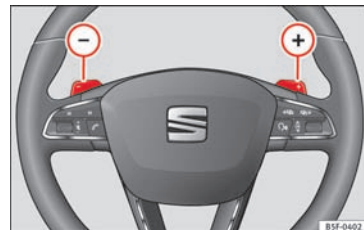

Fig. 172 Rat med skiftekontakter til automatisk gearkasse
- Træk højre skiftekontakt  ind mod rattet for at gear op » **Fig. 172**.
- Træk venstre skiftekontakt  ind mod rattet for at gear ned » **Fig. 172**.
Hvis skiftekontakterne anvendes »» **Fig. 172** i det normale program eller i sportsprogrammet, skiftes der midlertidigt til tiptronic-funktion. Hvis du ønsker at deaktivere tiptronic-funktionen, skal du trykke den højre skiftekontakt (+) ind mod rattet i ca. 1 sek. Tiptronic-funktionen deaktiveres også igen, hvis du ikke bruger skiftekontakterne i et bestemt stykke tid.